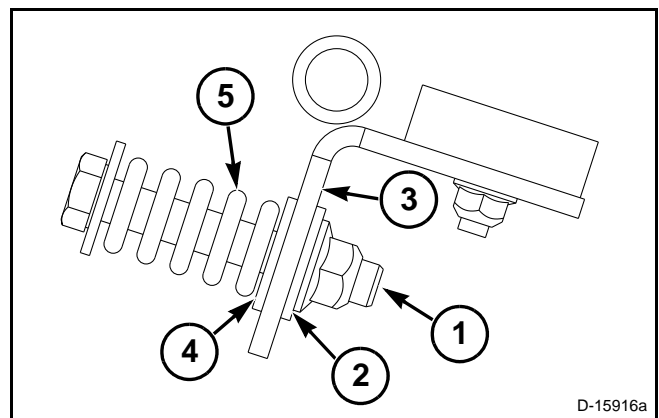

FIG. 20
FIG. 20: Para hacerlo, mueva el rodillo de alimentación completamente hacia adelante. Quite el perno de ajuste (1). Mueva una arandela (2) del lado del soporte donde se encuentra la tuerca (3) al lado del resorte (4). Instale y apriete el perno de ajuste; éste debe estar en una posición donde apenas comience a comprimir el resorte (5). Repita el procedimiento con todos los pernos de ajuste.